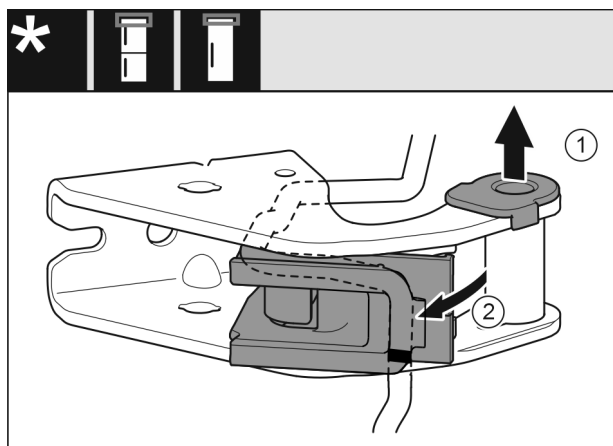

Fig. 26
- ▶ Опорную втулку вытяните из направляющей. Fig. 26 (1)
- ▶ Отведите держатель кабеля в сторону. Fig. 26 (2)